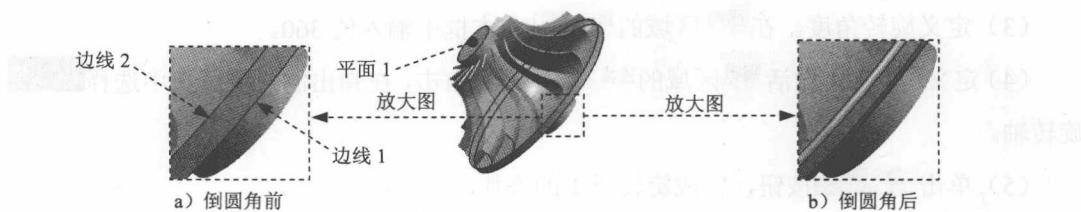

图 1.12 倒圆角 1
(1) 选择命令。选择下拉菜单 **插入** → **修饰特征** → **倒圆角** 命令 (或单击 按钮), 系统弹出“倒圆角定义”对话框。
(2) 定义要倒圆角的对象。在“倒圆角定义”对话框的 **选择模式:** 下拉列表框中选择 **相切** 选项, 选取图 1.12 所示的边线 1、边线 2 和平面 1 为要倒圆角的对象。
(3) 定义倒圆角半径。在对话框的 **半径:** 文本框中输入值 1。
(4) 单击 **确定** 按钮, 完成倒圆角 1 的添加。